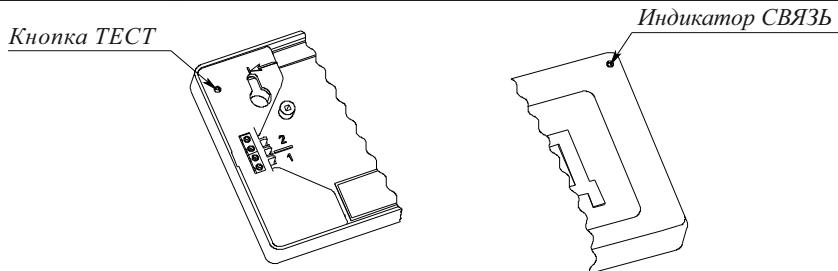

Рисунок 1
2.15 Для информации о состоянии ОПОП предусмотрен оптический индикатор СВЯЗЬ (рисунок 1). Режимы индикации приведены в таблице 1.
4.2 Контроль работоспособности ОПОП осуществляется нажатием настроенную кнопку ТЕСТ (рисунок 1) при помощи тонкого цилиндрического предмета, например, канцелярской скрепки.